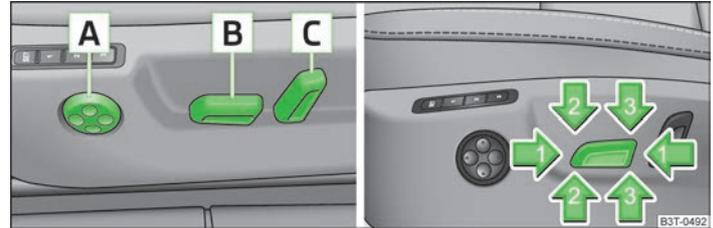

Abb. 54 Bedienelemente für elektrische Sitzeinstellung
- › Den Schalter **B** » Abb. 54 nach vorn bzw. nach hinten in Pfeilrichtung **1** drücken.
- › Den Schalter **B** » Abb. 54 nach oben bzw. nach unten drücken.
- › Den Schalter **B** » Abb. 54 in Pfeilrichtung **2** bzw. **3** drücken.
- › Den Schalter **C** » Abb. 54 in Richtung der gewünschten Einstellung drücken.
- › Den Schalter **A** » Abb. 54 vorn bzw. hinten drücken.
- › Den Schalter **A** » Abb. 54 oben bzw. unten drücken.